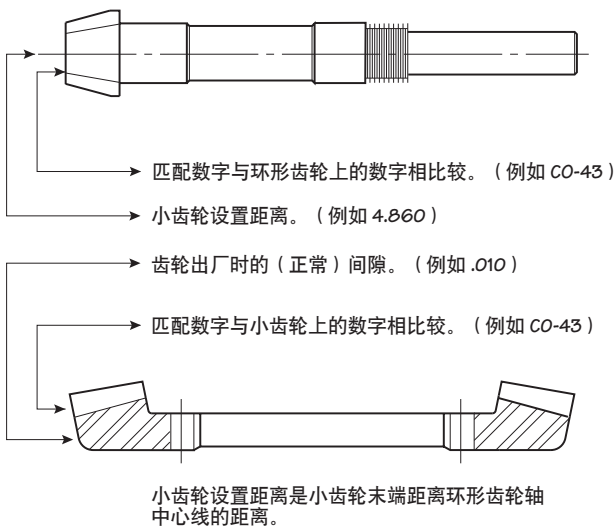

图 11 齿轮匹配数字和设置数据
在小齿轮架中装配新小齿轮前, 请检查小齿轮和螺旋锥环形齿轮的匹配数字, 确保它们是匹配的齿轮组。齿轮出厂时就匹配成组包好了, 不应分开。如图 11 所示, 数字蚀刻在小齿轮和环形齿轮上。
1. 将 O 型环 (702) 装到小齿轮架子组合件上。
2. 用正确数量的垫片将小齿轮架子组合件用螺栓固定到外壳，达到小齿轮正面蚀刻指示的小齿轮设置距离。请参见图 11。旋紧至 102 N·m 扭矩。
5. 安装定位销 (20) 以对齐轴承孔。用旋紧至 102 N·m 扭矩的帽螺栓和眼睛螺栓将外壳盖固定到外壳。
7. 将上风扇轴轴承外圈 (422) 装入减速机外壳盖 (图中未显示)。